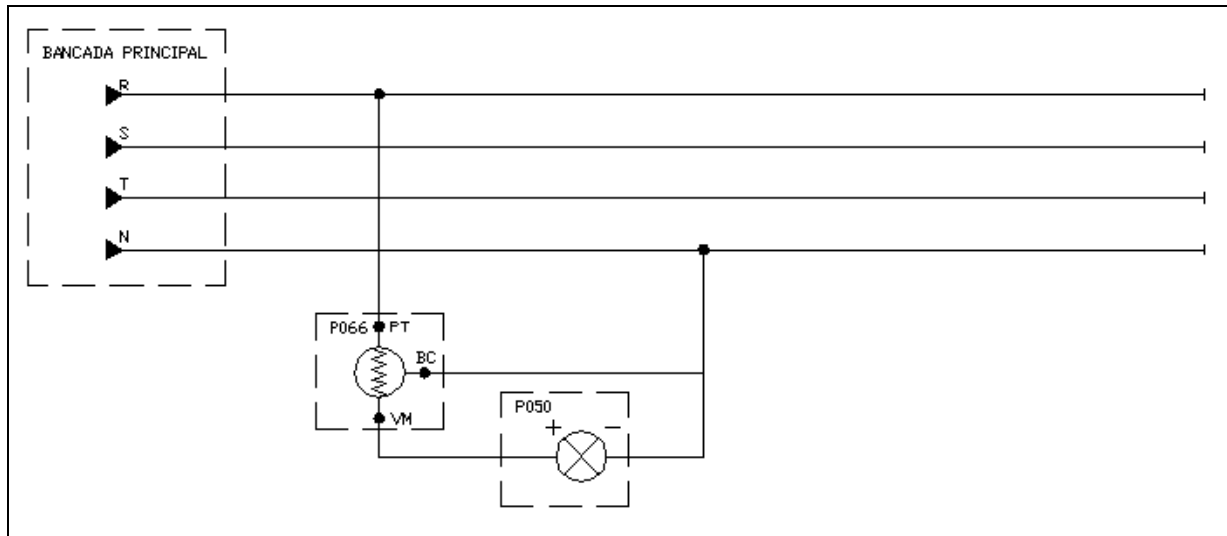

Figura 5 – Ligação de uma lâmpada usando célula fotoelétrica.
5.5 Monte o circuito da **Figura 5** e avalie o funcionamento do comando de uma lâmpada através de uma célula fotoelétrica.